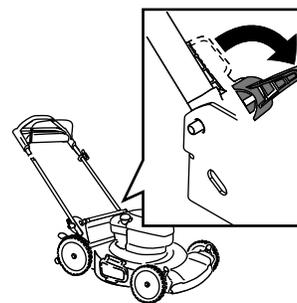

Figura 21
3. Desengate os bloqueios da pega (Figura 21).